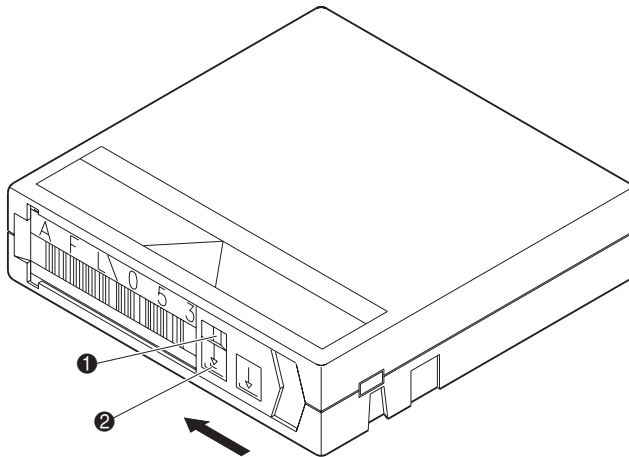

Figure 2-8 : Protection en écriture des cartouches DLT
Pour protéger la cartouche en écriture, poussez le bouton vers la gauche (❷ figure 2-8). Pour permettre l'écriture sur la cartouche, laissez le commutateur sur sa position par défaut (à droite). Un indicateur orange apparaît au-dessus du bouton lorsque la cartouche est protégée en écriture (❶ figure 2-8).